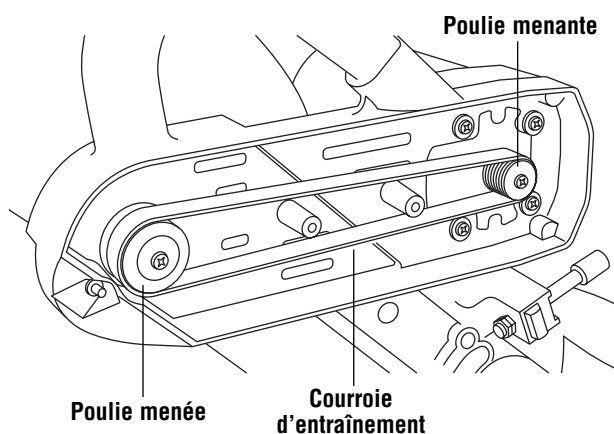

Figure 40. Remplacement de la courroie
3. Coupez et enlevez la courroie usée (Figure 40). Avant d'installer la courroie neuve, nettoyez bien les deux poulies.